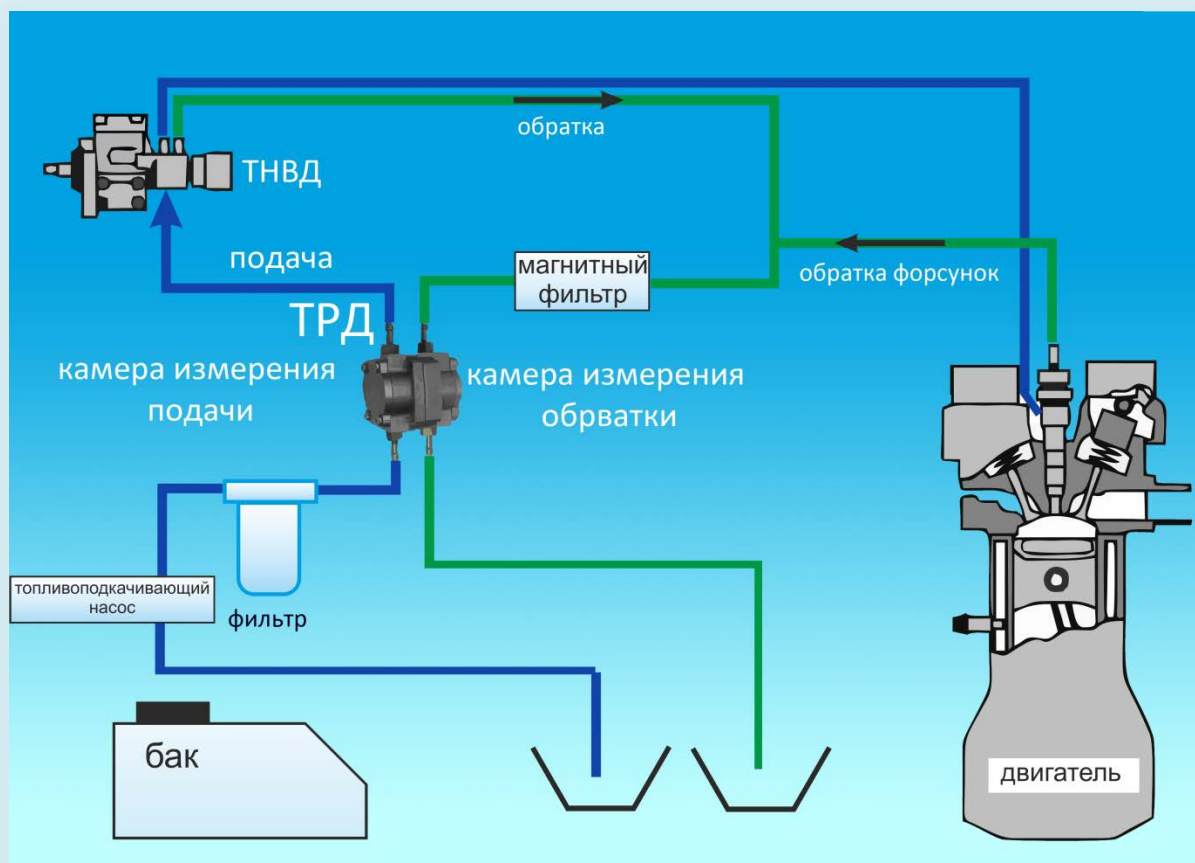

Рисунок 11 – Схема установки расходомера при конфигурировании режима холостого хода
3. Отсоединить магистраль подачи и обратки от бака и направить их в ёмкости питания и слива (см. рис. 11).